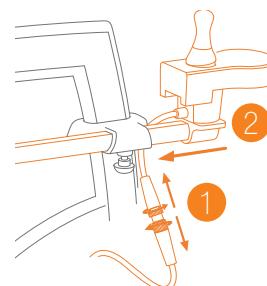

Abbildung 11: Kabel (1&2) anschließen und den Knopf (3) festziehen.
- a. Bevor Sie die Joystick-Steuerung am Rahmen anbringen, stellen Sie sicher, dass das Kabel getrennt ist. Trennen Sie das Kabel, indem Sie die Metallringe (1) lockern. Führen Sie die Joystick-Steuerung durch das Loch im Halter (2). Stellen Sie sicher, dass das Kabel wie in **Abbildung 11** zwischen dem Rahmen und der Steuerung verläuft.